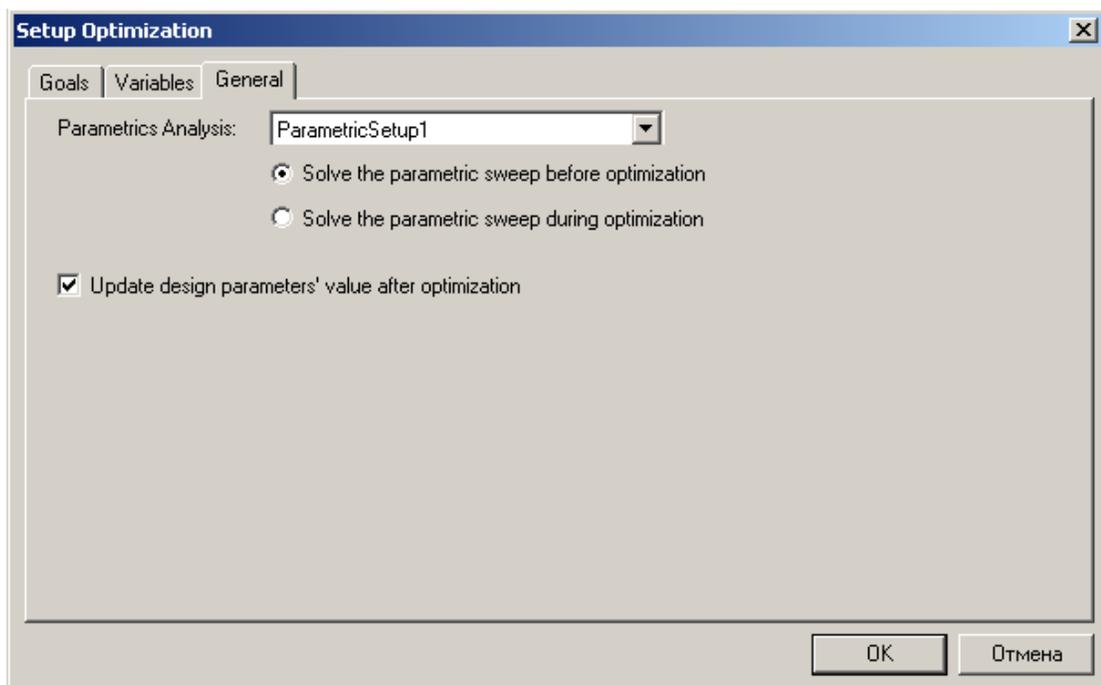

Рис.13.22. Установки оптимизации в закладке *General*
1. Кликните закладку **General** (рис. 13.22).